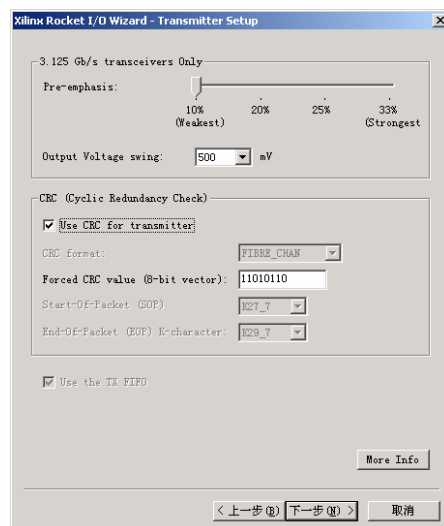

图 2-109 Rocket IO 参数设置之二
7. 单击 **下一步(N) >** 按钮，继续设置预加重程度，输出电平选择 CRC 校验方式，如图 2-109 所示。